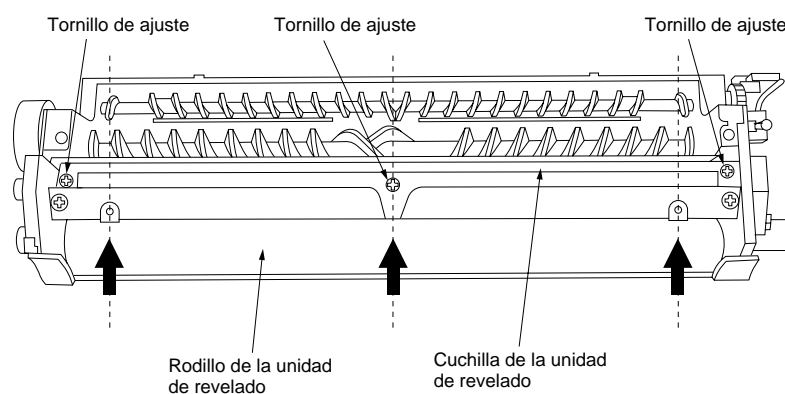

Figura 3-3-64
3. Mida la distancia que hay entre el rodillo de la unidad de revelado y la cuchilla con un calibre de espesores tal como ilustra la Figura 3-3-64 y ajuste la cuchilla hasta obtener las distancias correctas en el centro y los extremos del alojamiento de la unidad de revelado: la galga de 0,50 mm debe entrar en la abertura, pero no la de 0,55 mm.